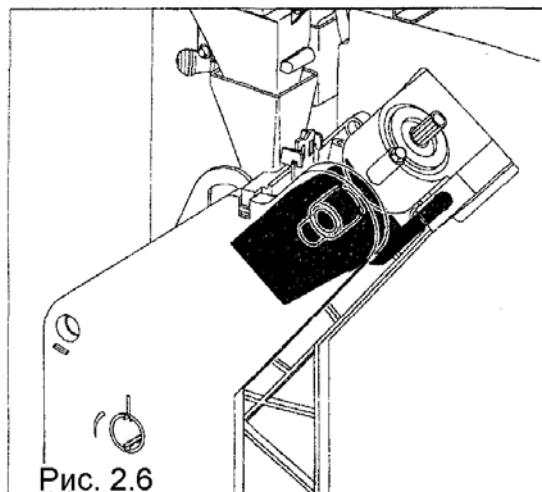

Рис. 2.6
- Насос, который дозирует воду в соответствии с запограммированным количеством, управляемый специальным электронным устройством (измерителем объема), извлекает воду из бака для горячей воды для приготовления кофе (рис. 2.6).